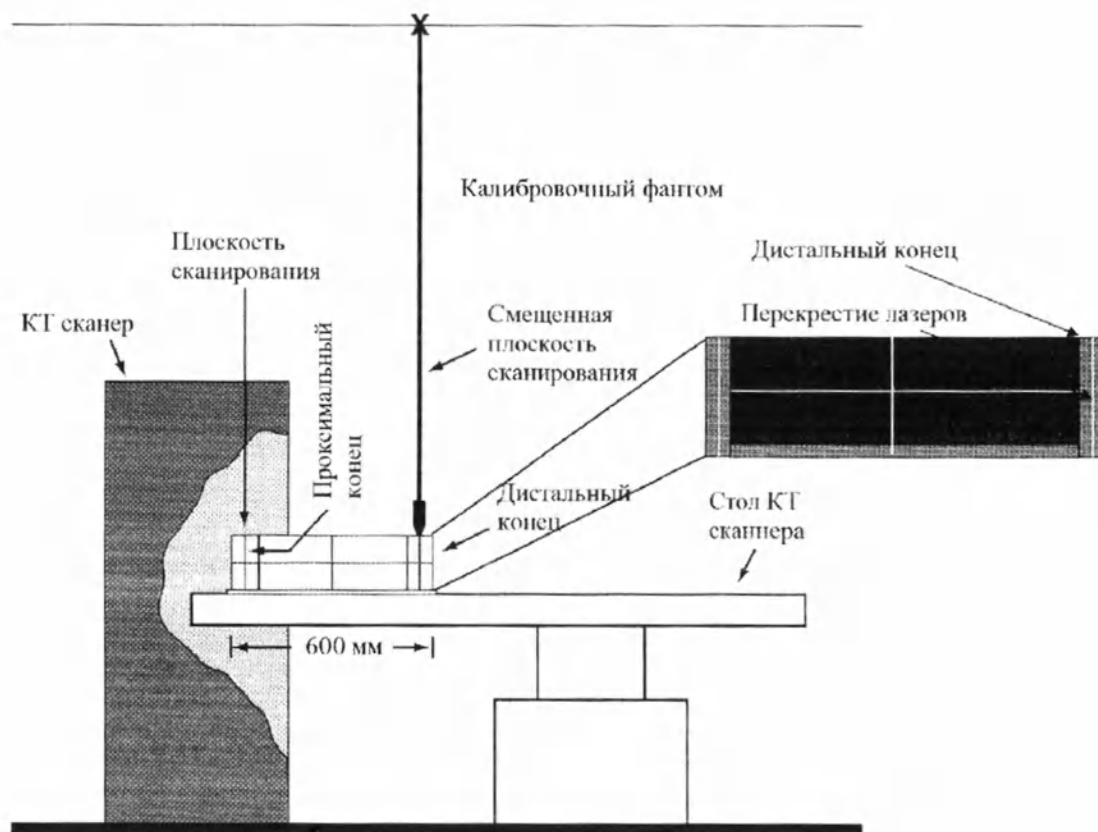

Рис.8: правильно размещенный фантом CTSim+ (слева) и увеличенный вид фантома (справа), вид сбоку.
Позиционирование фантома является одним из ключевых этапов при калибровке лазера. Фантом – это специальный инструмент, который позволяет репозиционировать изоцентр – «центр» сканнера КТ – точно на 600 мм вперед от плоскости сканнера (см. рис.8). Именно в этой точке будут расположены лазеры системы «Gammex». Если калибровочный фантом расположен некорректно, вся калибровка лазера будет неточной.
- 4 Поместите конец фантома (сторона без отметок линейной шкалы) таким образом, чтобы он был выровнен с внутренними лазерами томографа (см. рис.8). В целом, внутренние лазеры томографа не отличаются высокой точностью, однако это оптимальная точка для начала калибровки